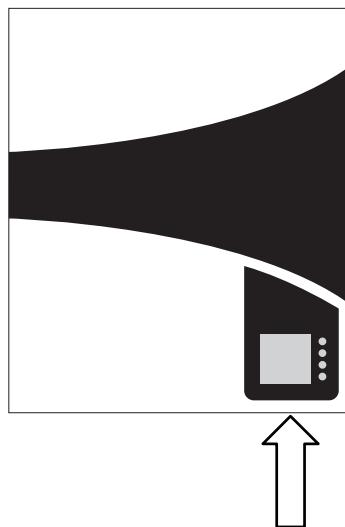

Abb. 15 Position der DB-9-Steckerbuchse
AURORA kann die Messdaten und die Anzeigen, die den Betrieb betreffen, über eine Reihe an Kommunikationsvorrichtungen übertragen, siehe dazu Abbildung 15.
Der serielle Anschluss RS-232 ermöglicht über ein serielles Kabel mit 9 Polen, das im Handel erhältlich ist, den Anschluss eines einzelnen AURORA-Wechselrichters an einen Personal Computer (PC). Bei diesem seriellen Anschluss handelt es sich um eine DB-9-Steckerbuchse, die am Boden der Einheit beim Display angeordnet ist (siehe Abb. 15).